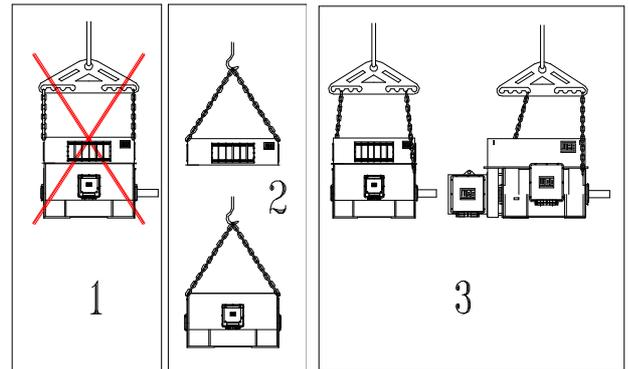

图 3.1：电机搬运
- 电机必须按图 3.1 中第 2 项和第 3 项所示方法搬运；
- 如果重心没有位于吊耳正中心，使用图 3.1 中第 3 项所示方法之一。